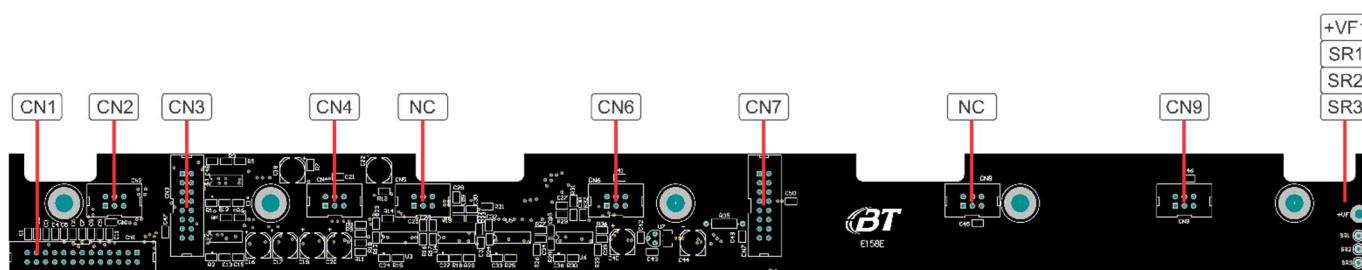

Figura 30: Interfreamento de ligações E158E
3.5.8 Interface de sinais, placa E158E. Figura 30.